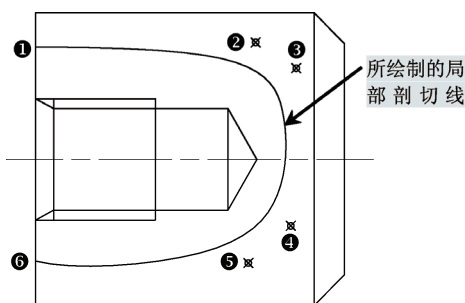

图 2-23 绘制局部剖切线
- 执行“局部剖切线”命令后, 在命令行中将显示如下提示信息, 如图 2-23 所示。